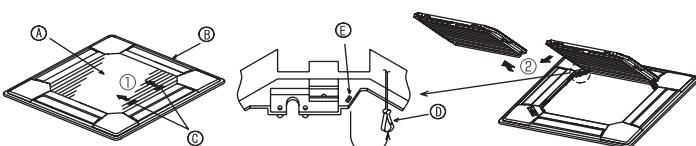
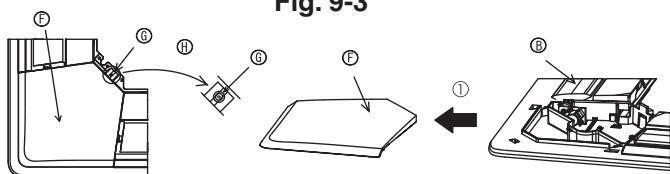

Fig. 9-3
Fig. 9-4
9.2.1. Afmontering af indtagsgitteret (Fig. 9-3)
- Skub håndtagene i retningen angivet af pilen ① for at åbne indtagsgitteret.
- Med indtagsgitteret i "åben" position fjernes indtagsgitterets hængsel fra gitteret som vist med pilen ②.
9.2.2. Afmontering af hjørnepanelet (Fig. 9-4)
- Fjern skruen fra hjørnepanelets hjørne. Skub hjørnepanelet som vist med pilen ① for at fjerne det.
- [Fig. 9-3] [Fig. 9-4]